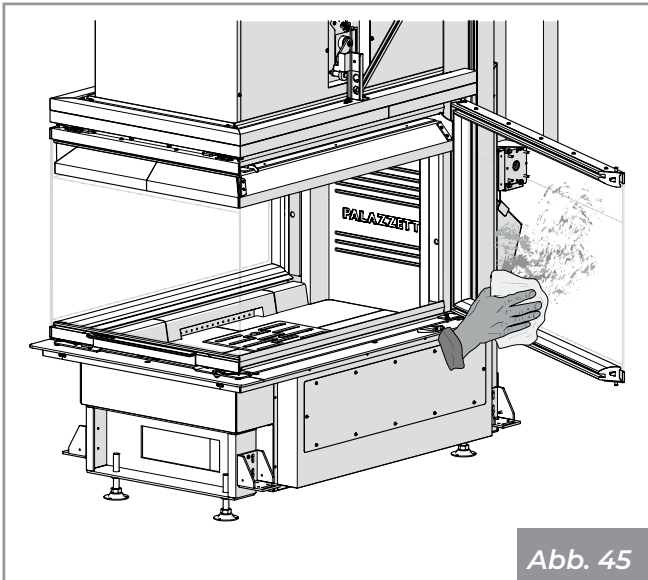

Abb. 45
- 3) Reinigen Sie das Glas mit einem feuchten Tuch oder mit angefeuchtetem Papier mit Asche (Abb. 45).